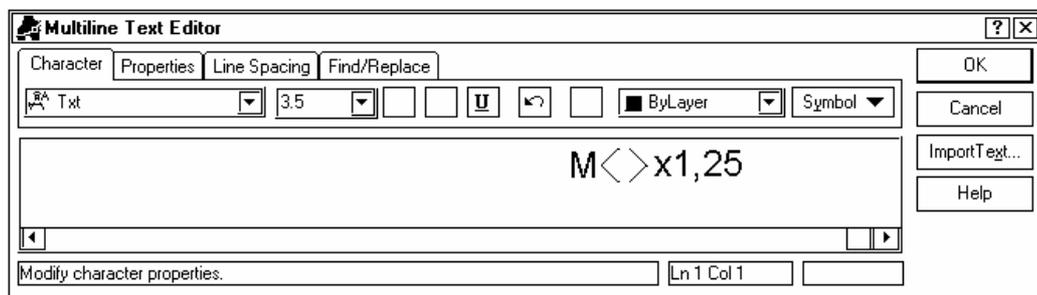

Рис. 9.5
2. Активизировать опцию Mtext (символ “М”) – для редактирования с помощью текстового редактора AutoCAD. В этом случае открывается диалоговое окно текстового редактора Mtext (рис. 9.5).
Обычными способами редактирования текста слева и справа от этого условного обозначения могут быть внесены необходимые добавления (см. рис. 9.5). Для полной замены размерной надписи следует удалить угловые скобки и написать на их месте необходимый текст. Кнопкой ОК редактирование завершается, и у размерной линии на чертеже возникает новая надпись.